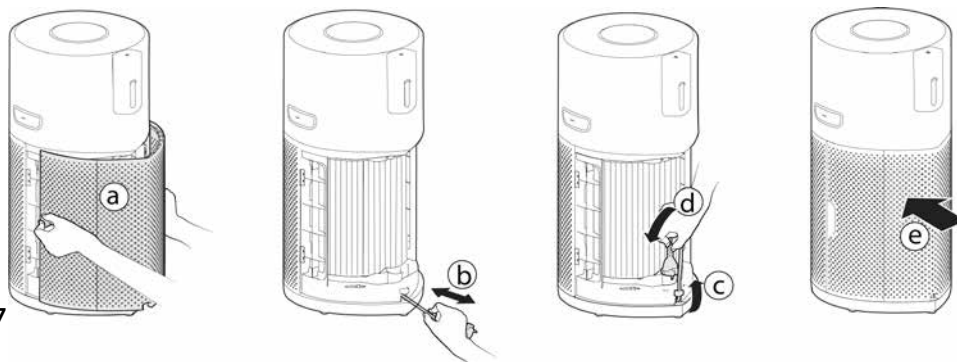

Рис. 17
5. Снимите крышку блока забора воздуха [Рис. 17а] и намотайте шнур на катушку, потянув его [Рис. 17б], затем вставьте вилку в транспортное положение. [Рис. 17с,д] Установите крышку блока забора воздуха. [Рис. 17е]